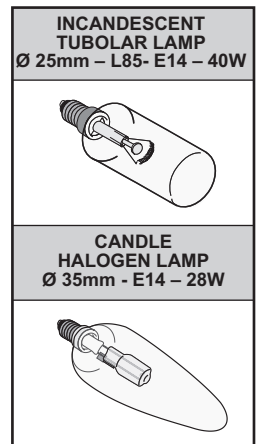

Fig.8
• **Sostituzione delle lampade a incandescenza/alogene (Fig.8):**